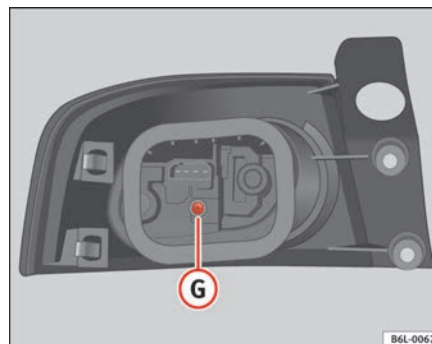

Abb. 166 Rücklicht an der Karosserie
- Die Schraube **G** ⇒ Abb. 166 entfernen.